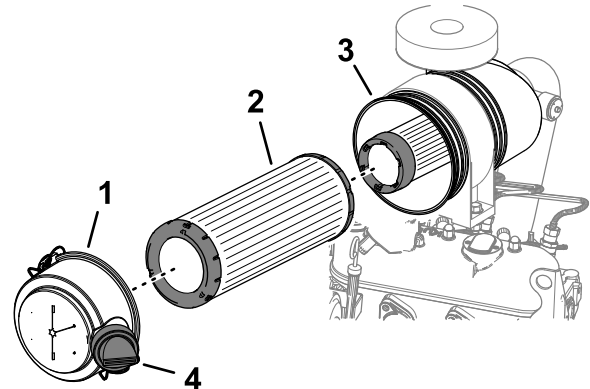

Bild 62
5. Entfernen Sie den Hauptluftfilter (Bild 62).